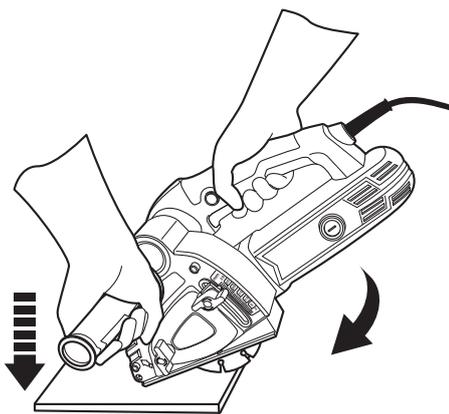

Fig. 11
- > Tenez le produit avec une main sur la poignée principale [3], et l'autre main sur la poignée auxiliaire [13]. N'essayez jamais d'utiliser le produit avec une seule main ! Veuillez garder vos mains éloignées de la pièce à travailler (Fig. 11).
- > Placez l'extrémité avant de la semelle [7] sur la surface à travailler. Assurez-vous que les lames de scie ne touchent pas la surface (Fig. 11).